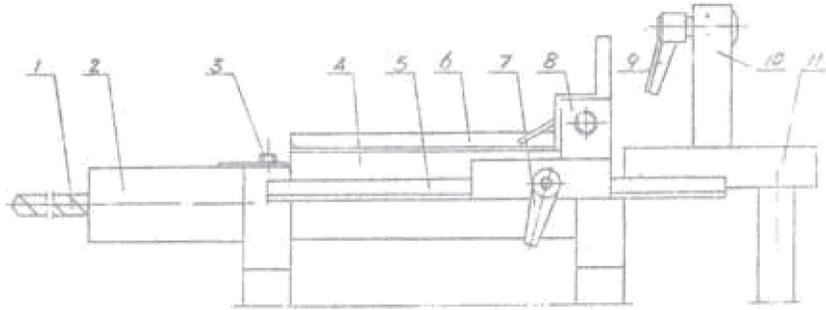

Abb. 13
- Setzen Sie die Spindelabdeckung auf und ziehen Sie sie mit der Schraube 3 fest. (M8 x 12, Abb. 13)